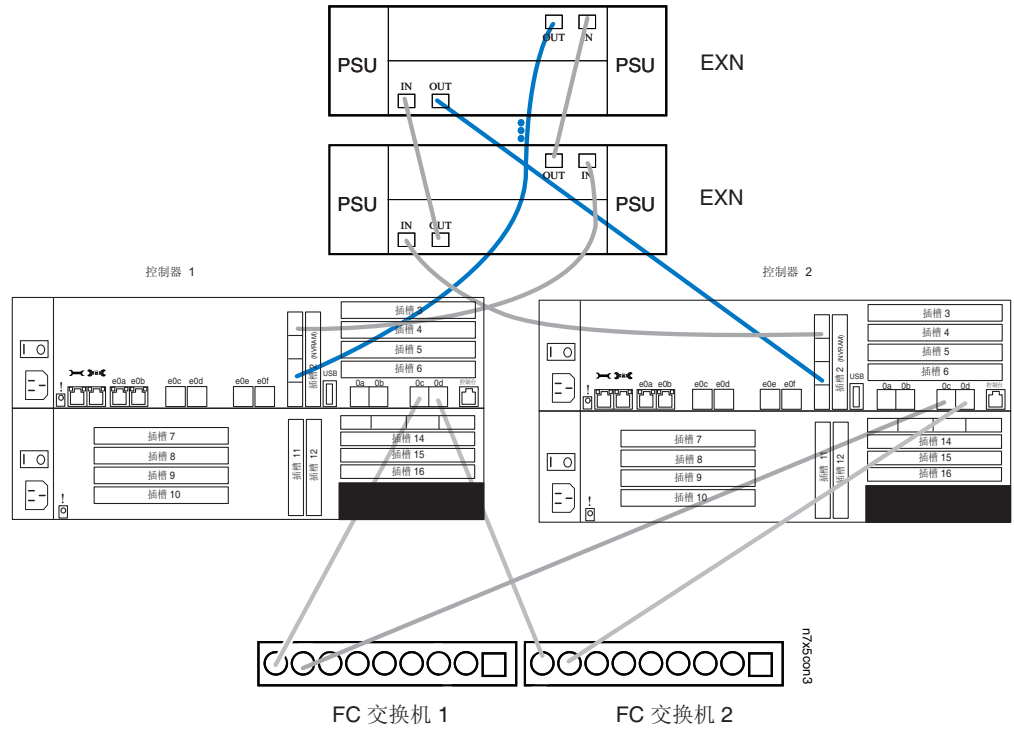

图 9. 将 N7x50T 系列系统扩展适配器用光缆连接到存储扩展单元
8. 如第 17 页的图 9 所示，将控制器模块 1 上的 FC 扩展适配器端口 c 用光缆连接到最后一个存储扩展单元通道 B ESH4 或 AT-FCX OUT 端口。
9. 如第 17 页的图 9 所示，将控制器模块 2 上的 FC 扩展适配器端口 c 用光缆连接到最后一个存储扩展单元通道 A ESH4 或 AT-FCX OUT 端口。